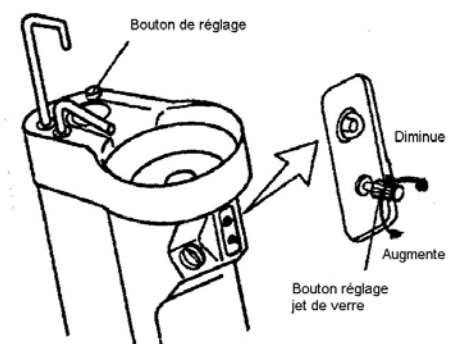

Fig : 3-8 Jet de verre et crachoir
- 1- Jet de verre (fig 3-8)
- 2- Jet de crachoir (fig 3-8)